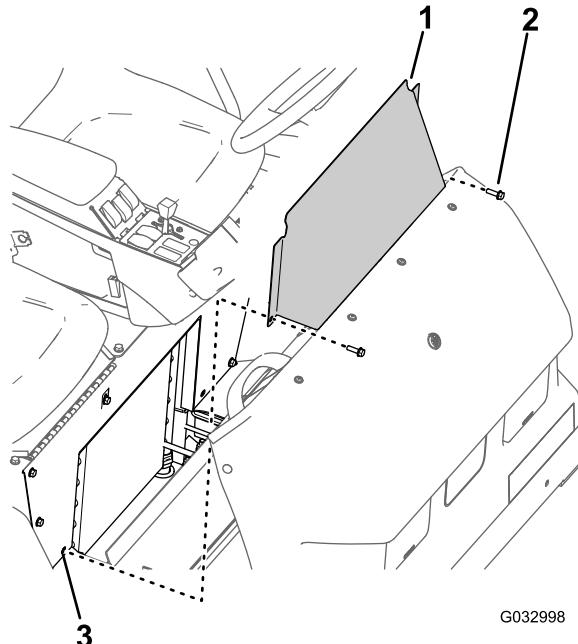

Figura 69
1. Retire los 2 pernos con arandela prensada que sujetan el panel de acceso de la base del asiento a la base del asiento (Figura 69).
2. Retire el panel de acceso de la base del asiento de la máquina (Figura 69).
3. Alinee los taladros del panel de acceso de la base del asiento con los taladros de la base del asiento (Figura 69).
2. Monte el panel de acceso de la base del asiento en la base del asiento con los dos pernos con arandela prensada (Figura 69) que retiró en el paso 1 de Retirada del panel de acceso de la base del asiento \(página 60\).
1. Alinee los taladros del panel de acceso de la base del asiento con los taladros de la base del asiento (Figura 69).